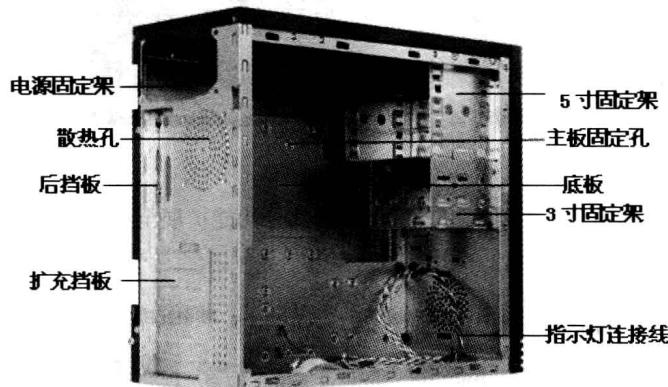

图 1.1.5 立式 ATX 机箱标准结构
(7) 机箱。机箱一般由外壳、支架、散热风扇和面板上的各种开关、指示灯、外置接口组成，如图 1.1.5 所示。机箱结构按照摆放样式可分为立式和卧式两种，而按照工业标准则可分为 AT、ATX、BTX 及其诸多变种结构。